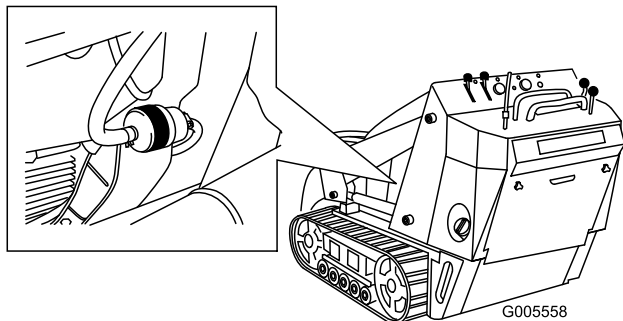

Figure 36
4. Raccordez les conduites d'alimentation de chaque côté du filtre avec des colliers (Figure 36).
5. Pincez les extrémités des colliers et éloignez les colliers du filtre (Figure 36).